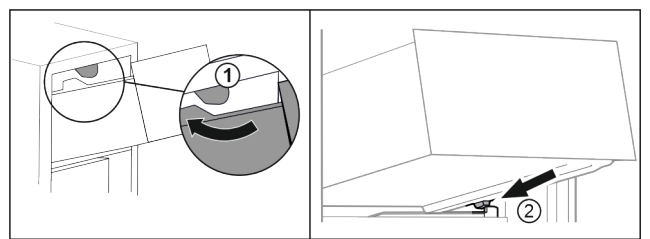

Fig. 83
- ▶ Guider le tiroir en contournant les butées supérieures. *Fig. 83 (1)*
- ▶ Placer le tiroir, en l'inclinant, derrière les butées inférieures sur la nervure de récipient. *Fig. 83 (2)*